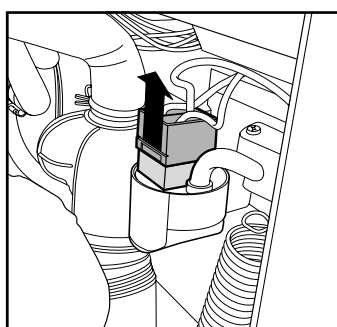

Fig. 3
3. Sortez le connecteur pour déconnecter le filtre antiparasite (fig. 3).